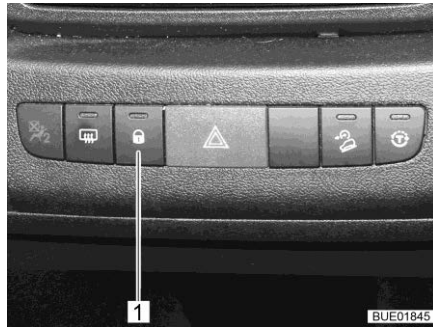

Bild 65 Omkopplare centrallås
- Låsa upp:** ■ Tryck ner knapp (Bild 65,1). Dörrlåsen är upplåsta.
- Låsa:** ■ Tryck ner knapp (Bild 65,1). Dörrlåsen är låsta. Kontrollampan på knappen lyser.